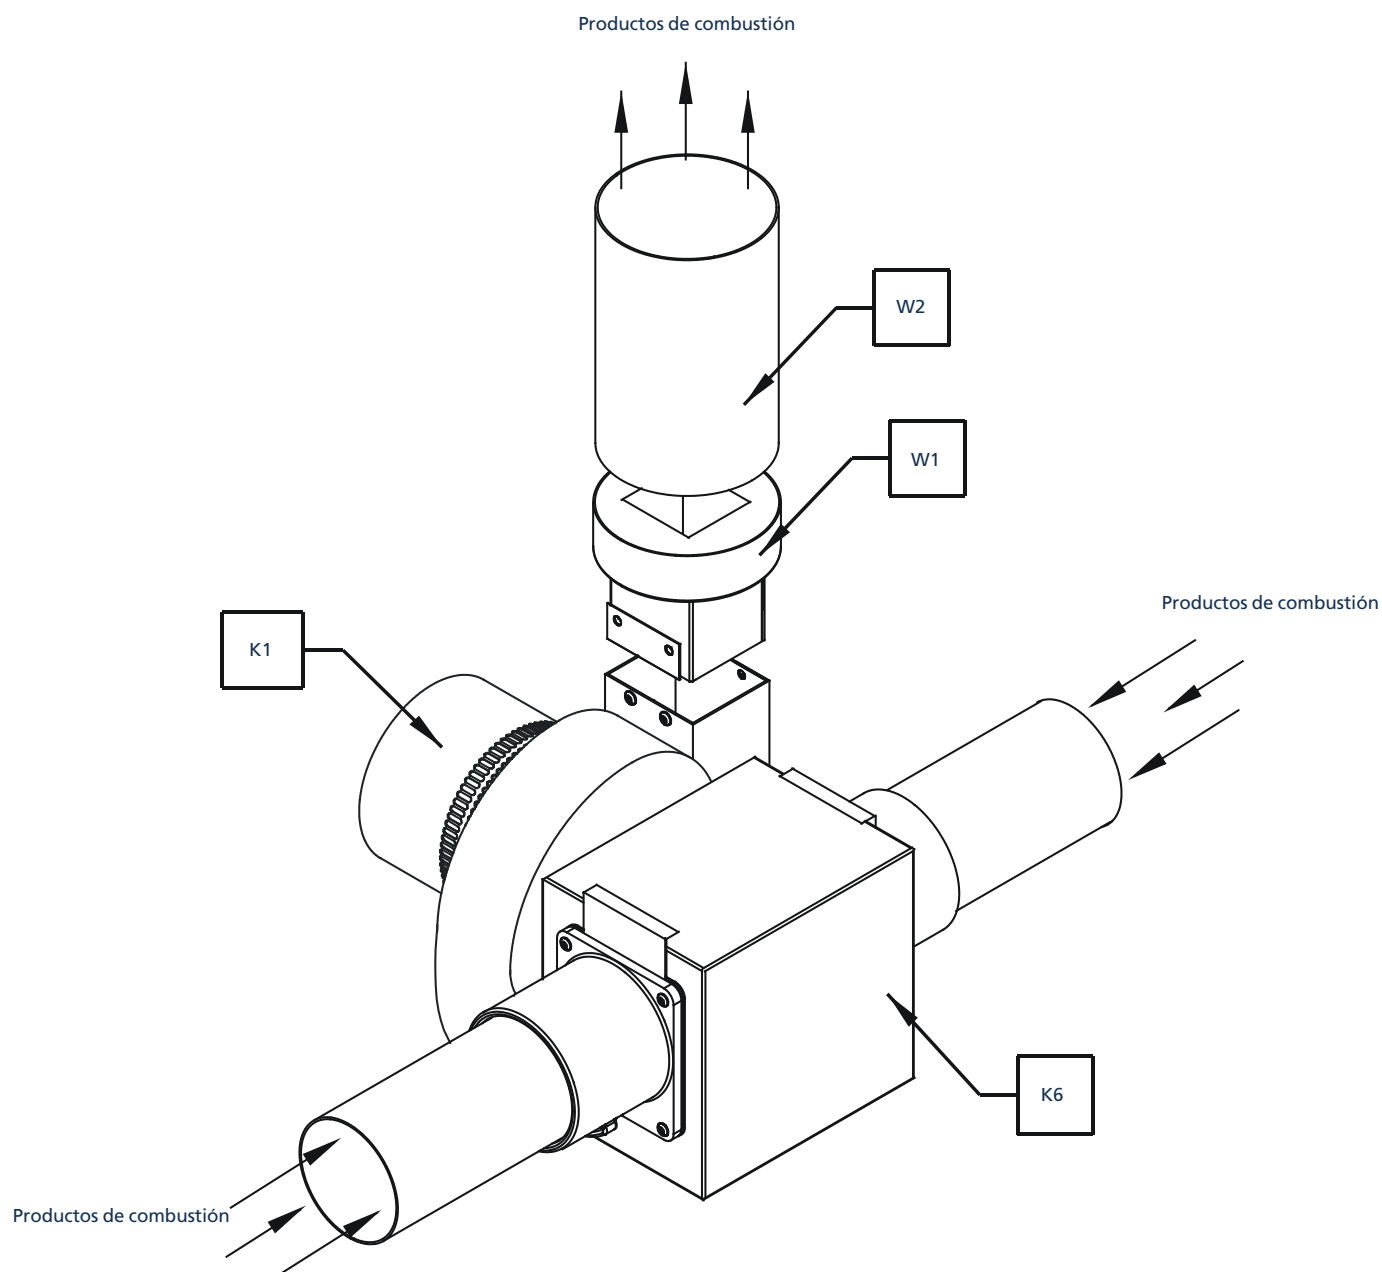

Figure 19. Opción 2. Acoplamiento del sistema de salida de humos a quemadores inducidos (VSDLE)
- Opción 2: para el quemador DLE inducido con/sin salida de humos y entrada de aire por conducto, consulte la Ilustración 19.